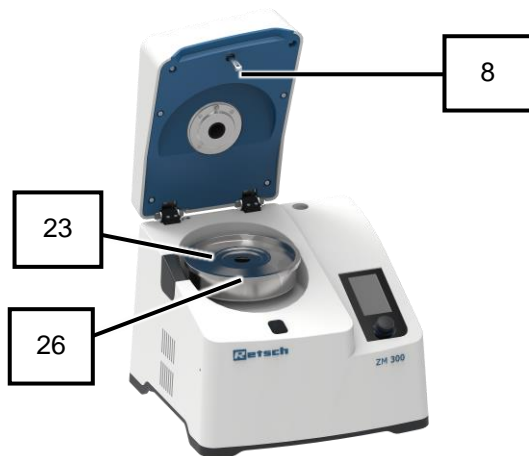

Abb. 22: Innenraum mit geöffneter Kassette
12. Kassette (24) mit dem Kassettendeckel (23) verschließen (Abb. 22).